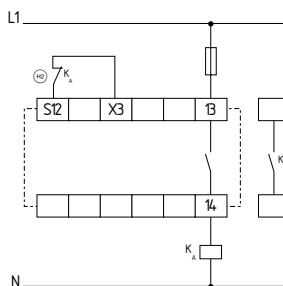
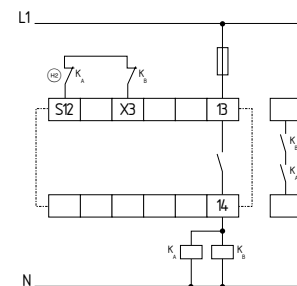

Fig. 16
Fig. 17
**Comando de canal único (ver Fig. 16)**
- (H) = Circuito de retorno e botão Reset em série
**Comando de dois canais com circuito de retorno (ver Fig. 17)**